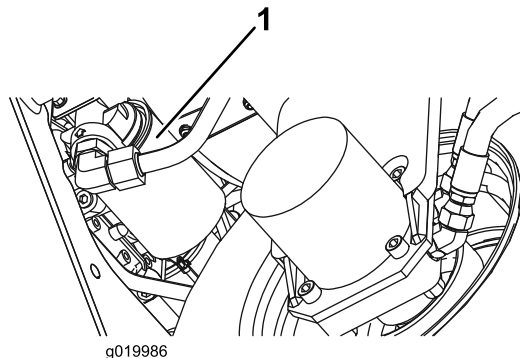

図 62
2. フィルタ取り付け部の周辺をウェスできれいにぬぐう。フィルタ (図 62) の下に廃油受けを置いてフィルタを外す。